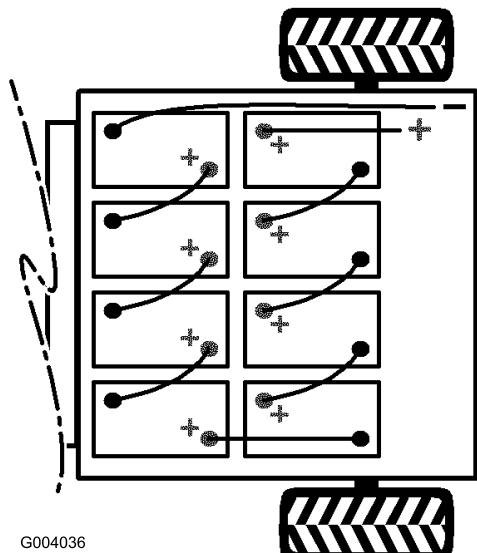

Figura 11
| 4. Instale as baterias (gravura Figura 11). | |
Nota: Preste atenção à polaridade das baterias quando trocar de baterias (Figura 11).
- Ligue as baterias umas às outras com os cabos próprios (gravura Figura 11). As pontas dos cabos de ligação não podem tocar em arestas vivas.
- Aperte o parafuso e fixe o outro lado do dispositivo de bloqueio com um parafuso novo (5/16 x 3/4 polegada) e porca flangeada (5/16 polegada) (Figura 11).
- Ligue o fio positivo comprido e vermelho das baterias ao veículo (Figura 11).
- Ligue o fio negativo comprido e preto das baterias ao veículo (Figura 11).